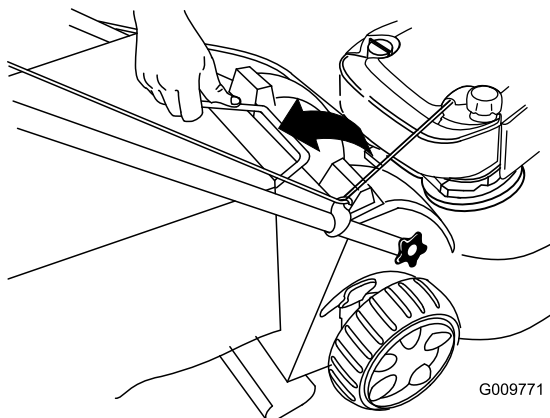

Figura 29
2. Retire el asa de la bolsa de recogida de las ranuras de la parte superior de la máquina y retire la bolsa de la máquina (Figura 29).